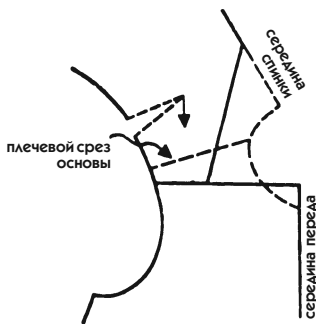

Рис. 610
1. Для соединения переда и спинки (пунктирная линия на рис. 610) плечевую вытачку спинки временно переведите в пройму так, чтобы не задеть линию декольте на спинке.
2. Проведите горизонтальную линию декольте на переда и наклонную — на спинке (см. рис. 610).